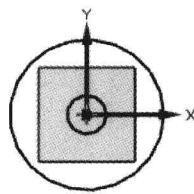

图 2.2 绘制圆
(1) 选择下拉菜单 **插入(I)** → **曲线(C)** → **圆(C)** 命令。选中“圆心和直径定圆”按钮 , 粗略地绘制图 2.2 所示的两个圆 (注意圆 1 和圆 2 的圆心与原点重合)。